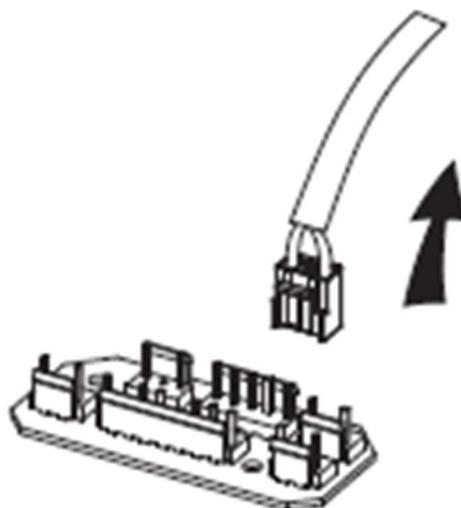

Рис. 2
4. Найдите разъём соединительного провода и отключите его (Рис. 2).